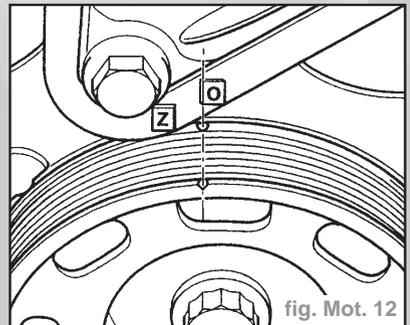

fig. Mot. 12
- Amener le vilebrequin au PMH du cylindre **1**. L'encoche sur la poulie doit coïncider avec l'arête du repère **O** (fig. Mot. 12).